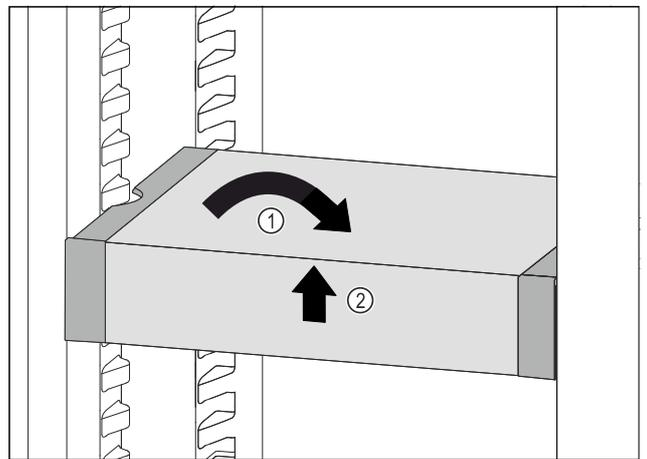

Fig. 134
- ▶ VarioSafe gerade stellen. Fig. 134 (1)
- ▶ VarioSafe vorne anheben. Fig. 134 (2)